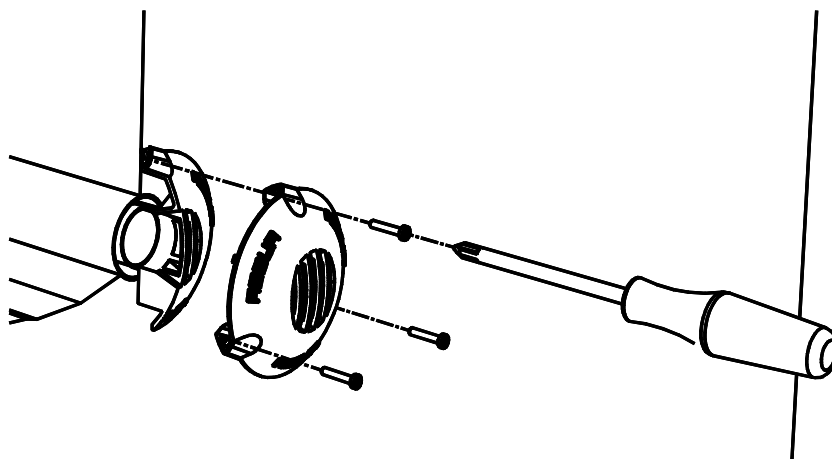

Abbildung 12 – Befestigung der Schutzhappe
1. Bringen Sie die Windschutzkappe aus Aluminium so an der Außenwand an, dass sie am Ende des Abgasrohrs einrastet und markieren Sie die Position der drei Bohrungen für die Spreizdübel (siehe Abbildung 12). Die Kappe muss so montiert werden, dass das Abgassgitter senkrecht steht.
3. Die Kappe montieren und die Schrauben in den entsprechenden Dübeln festschrauben (siehe Abbildung 12).